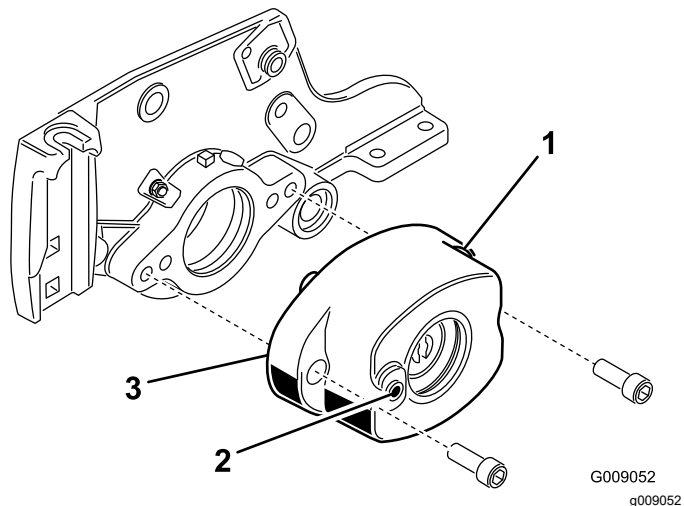

**Figura 5**
5. Apenas no kit de escovas do rolo modelo 03668, instale o anel de retenção amarelo na estrutura da escova do rolo (Figura 5).